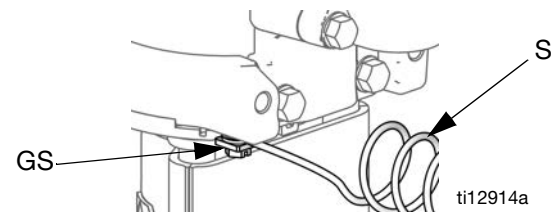

图 2. 接地螺丝和导线。
1. 泵：参见图 2。请确认是否已连接接地螺丝 (GS)，并拧紧至气动马达。将接地导线的另一端 (S) 连接到真正的大地接地点上。